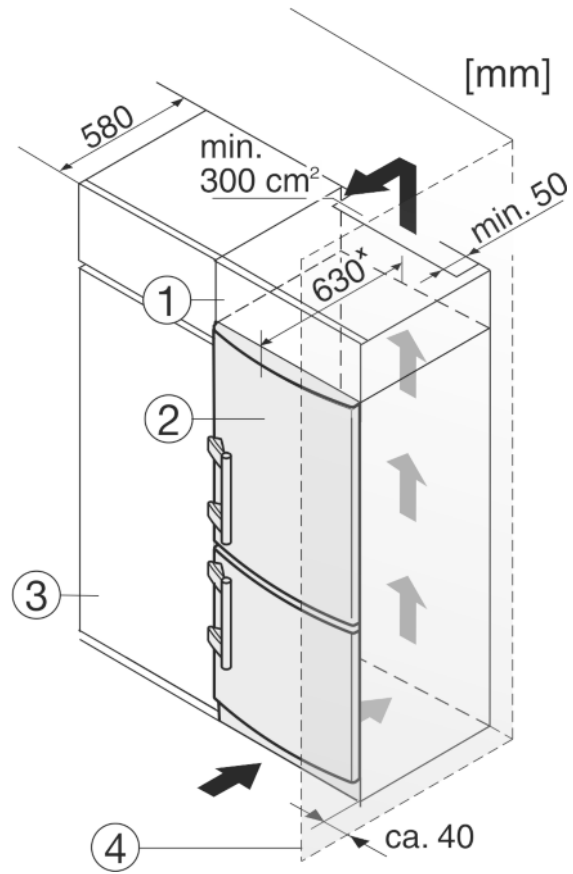

Fig. 9
A berendezést más konyhai felszerelésekkel körbe lehet építeni. Rá lehet szerelni egy megfelelő rátétszekrényt *Fig. 9 (1)*, hogy a berendezést *Fig. 9 (2)* a konyhabútorok magasságához igazítsa.
Ha a berendezést (max. 580 mm mélységű) konyhaszekrényekkel építi körül, akkor közvetlenül a konyhaszekrény *Fig. 9 (3)* mellett is felállíthatja. A készülék oldalirányban 34 mmx, a közepétől pedig 50 mmx távolságban nyúlik túl a konyhaszekrény előlapjához képest.
Mikor a berendezést a csuklópántokkal egy fal *Fig. 9 (4)* mellett állítja fel, akkor a berendezés és a fal közti távolság legalább 40 mm legyen. Ez nyitott ajtó esetén megfelel a fogantyú túlnyúlásának.